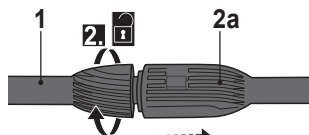

Рис. 6
> Чтобы снять патрубок высокого давления (1), прижмите его по направлению к соединительному отверстию патрубка (2a) (Рис. 6, шаг 1) и поверните против часовой стрелки (Рис. 6, шаг 2).